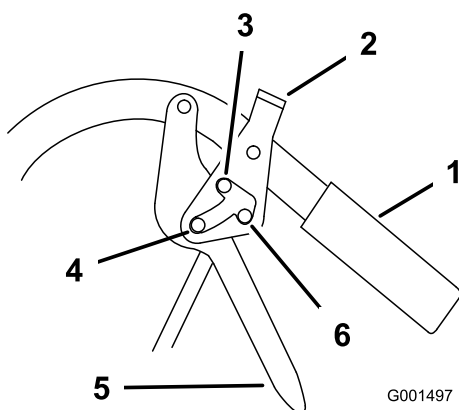

Figura 6
1. Apriete las palancas de avance (Figura 6).
- Coloque los dedos pulgar sobre la parte superior de los cierres y desplácelos hacia adelante a la posición de **aparcar** (Figura 6).
- Apriete hacia atrás las palancas de avance (Figura 6).
- Coloque los dedos pulgar sobre la parte superior de los cierres y desplácelos hacia atrás a la posición de **avance** (Figura 6).
- Coloque los dedos pulgar sobre la parte superior de los cierres y desplácelos hacia atrás a la posición de **bloqueo de punto muerto** (Figura 6).
- Coloque los dedos pulgar sobre la parte superior de los cierres y desplácelos hacia adelante a la posición de **avance** (Figura 6).